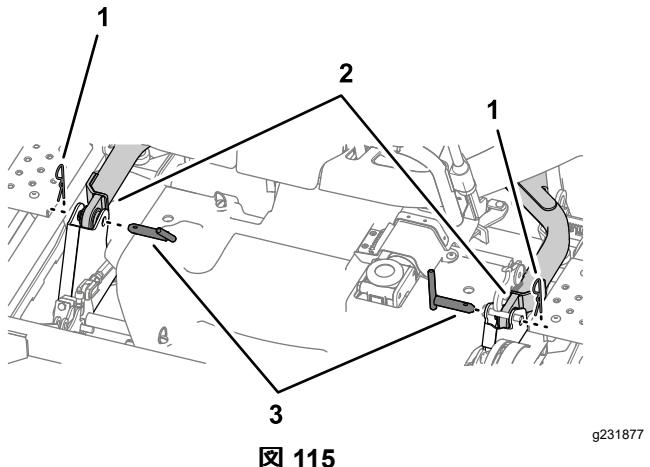

図 115
10. デッキの左右で昇降アームを固定しているリンチピン2本とクレビスピンドル2本を取り外す図 115。
6. リンチピンとクレビスピンドルで、昇降アームを機体左右に固定する図 115 刈り込みデッキの取り外し (ページ 71)を参照